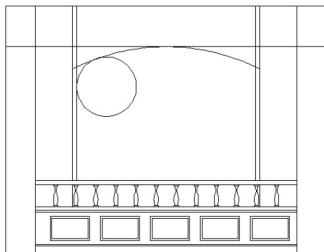

图 5.33 用“切点、切点、半径”的方式绘制圆
④ 在指定圆的半径: 提示下，输入圆的半径“400”并按 Enter 键，结果如图 5.33 所示。